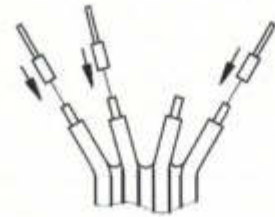

Abb. 7 Steckerstift montieren
- Die Leiter schwarz, blau und braun mit Steckerstiften versehen. Siehe Abb. 7.